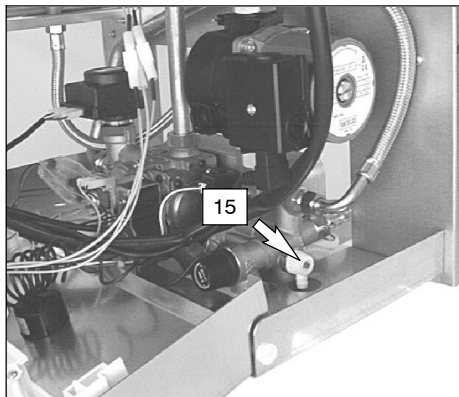

fig. 9.4
- 2 Allentare il rubinetto di svuotamento caldaia 15 in fig. 9.4